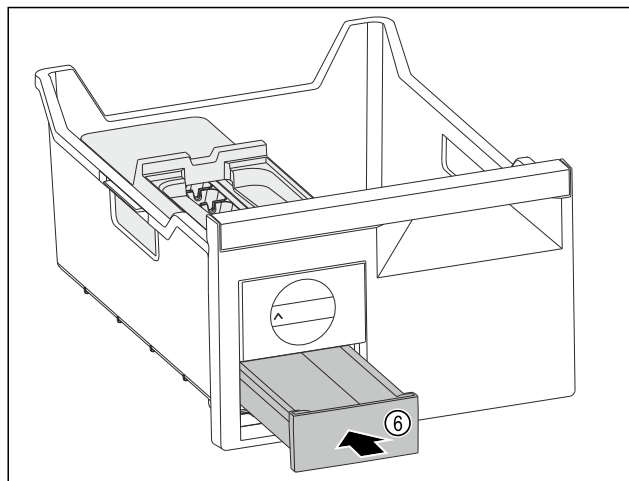

Fig. 125
► Insert the ice cube drawer Fig. 125 (6).